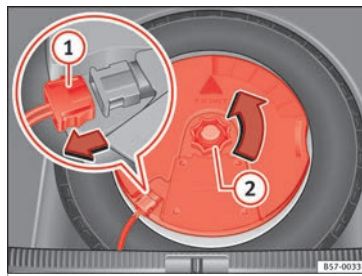

Fig. 249 En el maletero: desmontar el subwoofer.
- Desconecte el cable del altavoz *subwoofer* »» fig. 249 ①.
- Gire la ruedecilla de fijación en sentido contrario a las agujas del reloj ②.